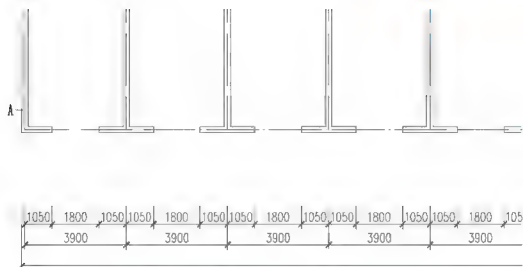

图 3.60 向左延伸尺寸线
(1) 单击【修改】工具栏上的【延伸】图标  或在命令行输入 “EX” 并按 Enter 键。
(2) 在选择对象或 < 全部选择 >: 提示下, 选择如图 3.60 所示的外墙外边线 A, 则 A 墙线变虚, 指定了外墙线 A 作为延伸边界。
(3) 按 Enter 键进入下一步。
(4) 在选择要延伸的对象, 或按住 Shift 键选择要修剪的对象, 或 [栏选 (F)/ 窗交 (C)/ 投影 (P)/ 边 (E)/ 放弃 (U)]: 提示下, 输入 “E” 并按 Enter 键。
(5) 在输入隐含边延伸模式 [延伸 (E)/ 不延伸 (N)] < 不延伸 >: 提示下, 输入 “E” 并按 Enter 键, 表示沿自然路径延伸边界。
(6) 在选择要延伸的对象, 或按住 Shift 键选择要修剪的对象, 或 [栏选 (F)/ 窗交 (C)/ 投影 (P)/ 边 (E)/ 放弃 (U)]: 提示下, 单击 “42600” 尺寸线的左端点, 这时第三道总尺寸左边的尺寸界线延伸到外墙线 A 处, 结果如图 3.60 所示。
(7) 按 Enter 键, 结束【延伸】命令。